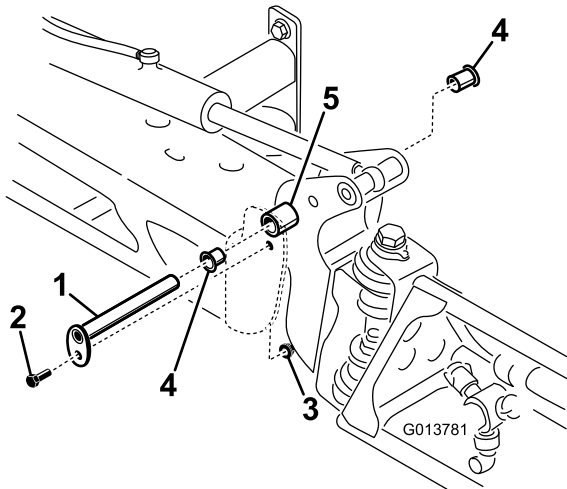

Figura 76
3. Quando il peso della barra è supportato, togliete il bullone e il dado che fissano il perno di articolazione nel gruppo barra (Figura 76).
4. Togliete il perno di articolazione (Figura 76).
6. Togliete le boccole di nylon dal lato frontale e posteriore della staffa orientabile e controllatele (Figura 76).
8. Montate la barra e la staffa orientabile nel telaio centrale, allineando i fori (Figura 76).